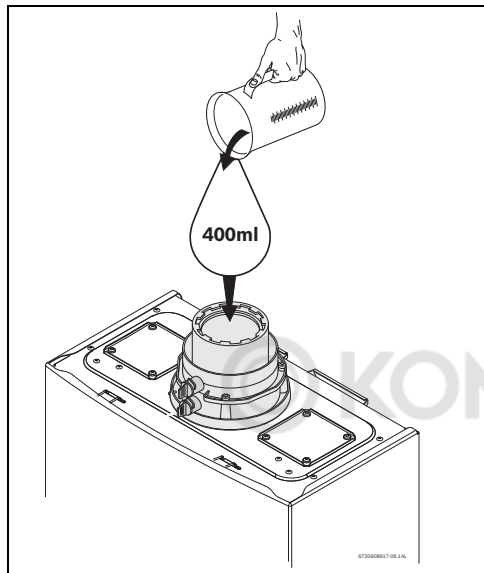

Рис. 32 Заполнение устройства для сбора конденсата при включении
- Заполните устройство для сбора конденсата, налив примерно 14 унций (400 мл) воды в дополнительное оборудование дымохода на верхней части прибора, см Рис. 32.